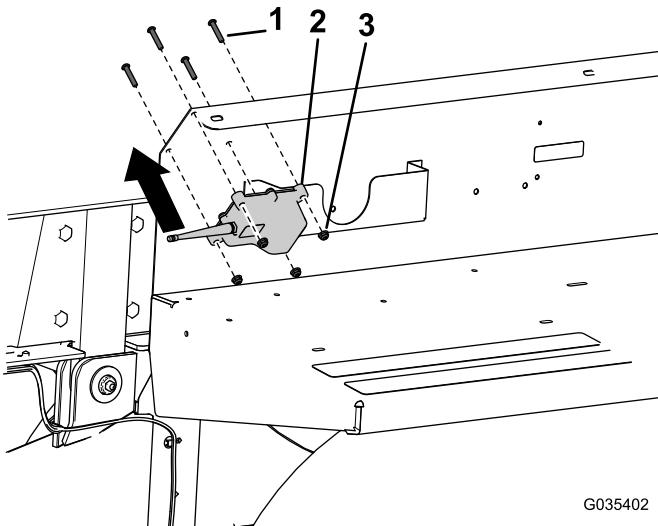

Bild 5
- Befestigen Sie das RF2CAN-Steuergerät mit vier Kopfschrauben ($\frac{1}{4}$ " x $1\frac{1}{4}$ ") und vier Muttern ($\frac{1}{4}$ ") an der Schutzvorrichtung des Kotflügels, wie in Bild 5 abgebildet.
Hinweis: Stellen Sie sicher, dass Sie die Schrauben in der richtigen Richtung einsetzen, siehe Bild 5.